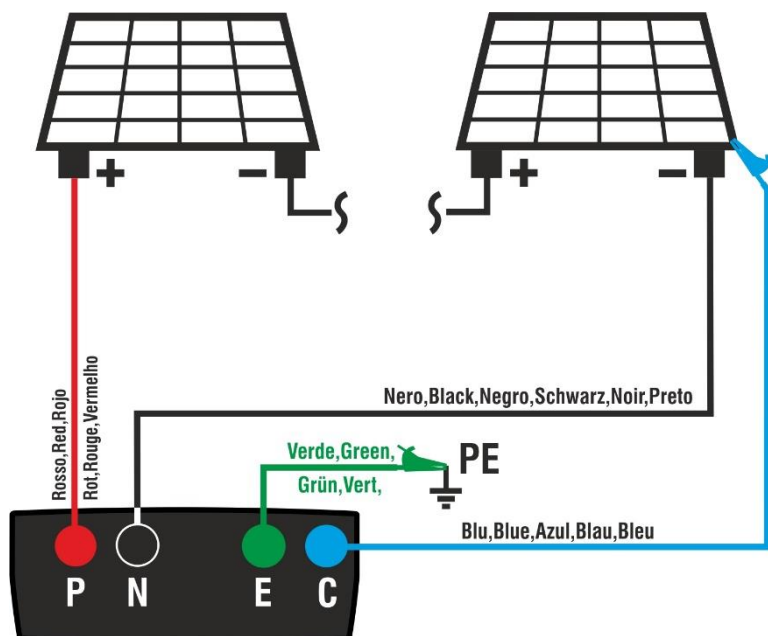

Fig. 10: Ligação de teste IVCK sem unidade remota
5. Ligar o instrumento ao módulo/string em ensaio e, se for caso disso, ao nó de terra principal do sistema e às massas metálicas ligadas à terra, como indicado na Fig. 10. Em especial, ligar o pólo negativo que sai do string ao terminal N e o pólo positivo que sai do módulo/string ao terminal P